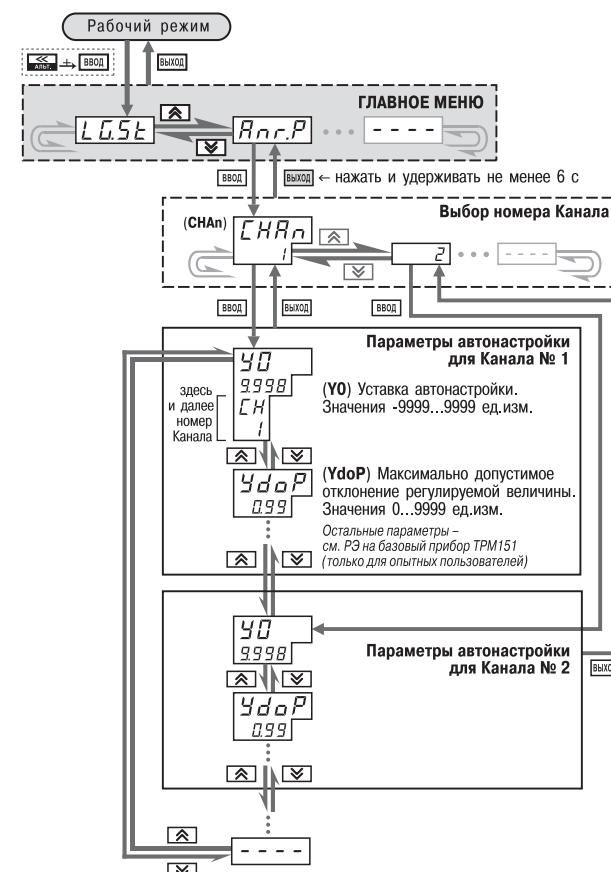

Рис. 47. Схема задания параметров Автонастройки с помощью кнопок на лицевой панели прибора
2. Установите в Конфигураторе (или с лицевой панели прибора, см. рис. 47) значения параметров автонастройки **Y0** и **YdoP** для выбранного Канала регулирования.